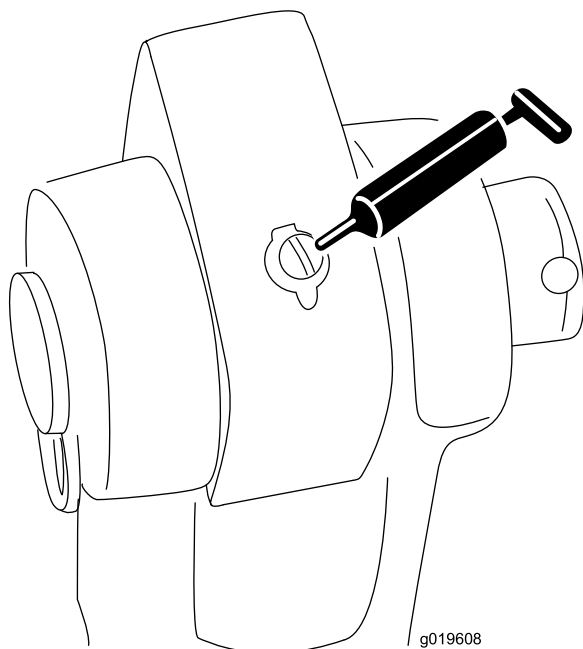

Figure 17
Pivots de vérin (2) – Figure 17